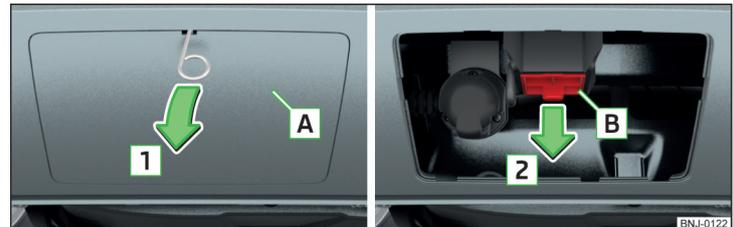

Fig. 154 Retirar a tampa: no para-choques traseiro / para a cavidade de encaixe
- Retirar a tampa da cavidade de encaixe **A** no sentido da seta **1** » Fig. 154 com ajuda do gancho pertencente à ferramenta de bordo para retirar os tampões integrais das rodas.
► Colocar a tampa **B** » Fig. 154 na página 125 no sentido contrário da seta **2**.
► Colocar a tampa **A** » Fig. 154 na página 125 nos «ganchos» na zona inferior do para-choques.